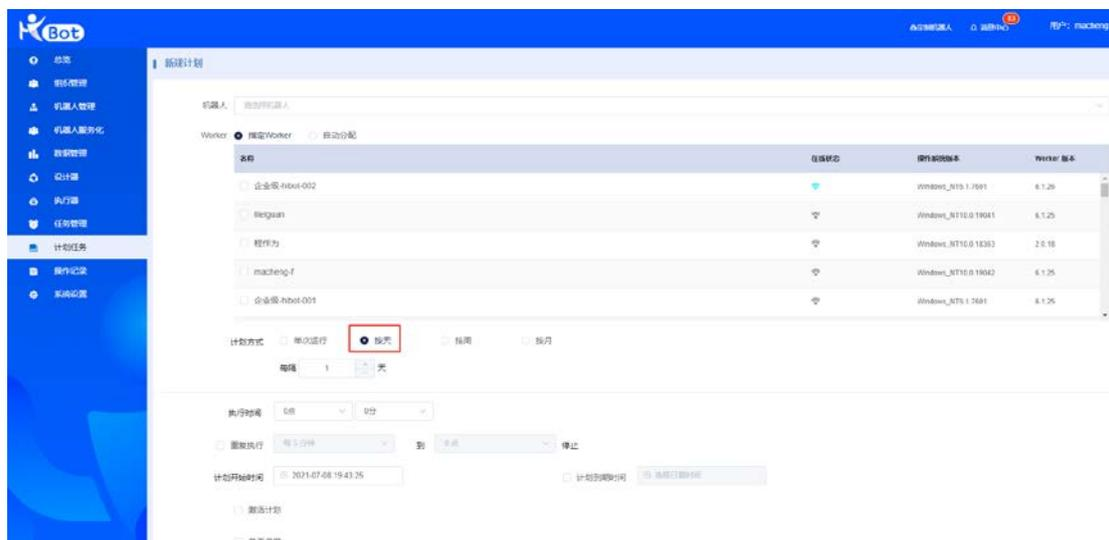

图 63
**按天运行**——以“天”为单位，设置计划的执行规律，需要精确到“时”、“分”，支持根据具体时间，重复执行。如图 63.